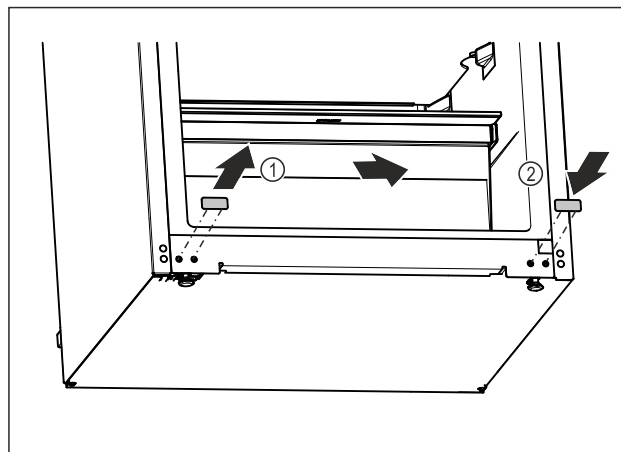

Fig. 21
- Dra ut täckplugg. Fig. 21 (1)
- Sätt in täckplugg på motsatta sidan. Fig. 21 (2)